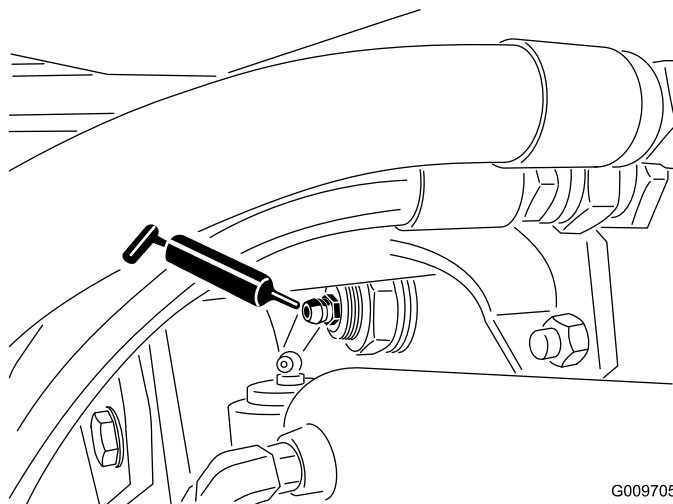

Figura 22
- Boccole orientabili (2) del ponte posteriore (Figura 22)